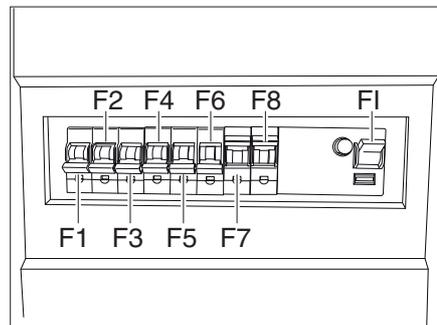
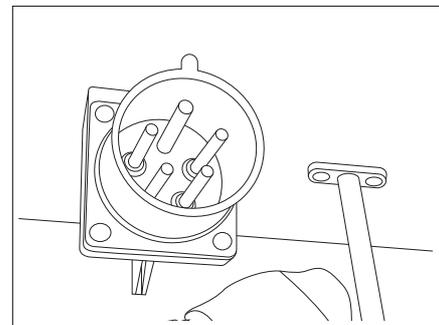

Bild 186 Sicherungskasten
Bild 187 400-V-Anschluss
Das 400-V-Bordnetz entspricht im Wesentlichen dem 230-V-Bordnetz. Es verfügt zusätzlich über einen Sicherungskasten (Bild 186) und eine 400-V-Außensteckdose (Bild 187).
Es hat einen zusätzlichen Sicherungskasten (Bild 186) im Caravan und einen 400-V-Anschluss (Bild 187) außen am Caravan.
- Sicherungen F1-F3 (Bild 186) ausschalten.